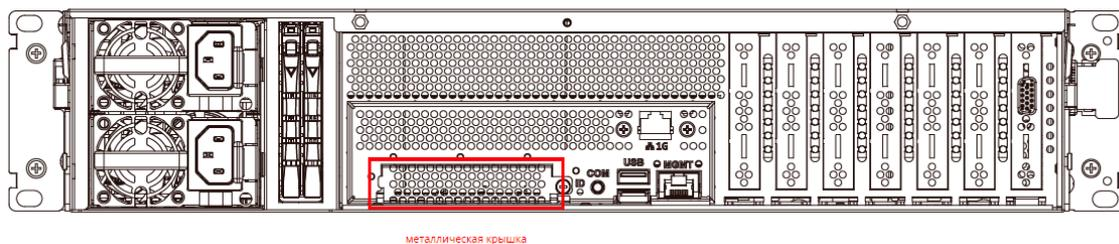

Рисунок 27 – Снятие металлической крышки слота ОСР 3.0
- Выключите питание сервера. Снимите металлическую крышку слота ОСР 3.0 (см. Рисунок 27).